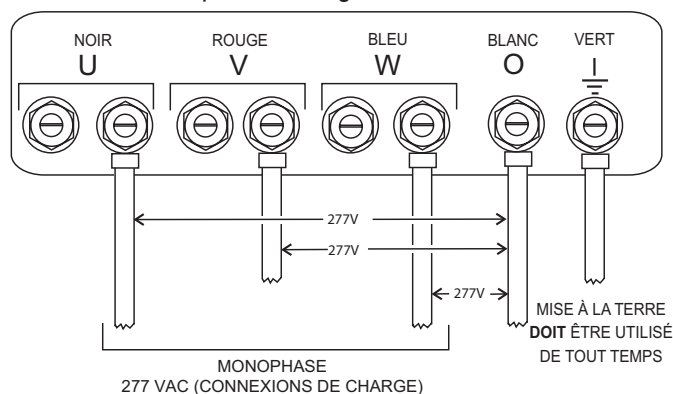

Figure 24. Bornes UVWO connexions monophasées 277 volts
2. Connectez les fils de charge aux bornes UVWO comme indiqué sur la Figure 24.